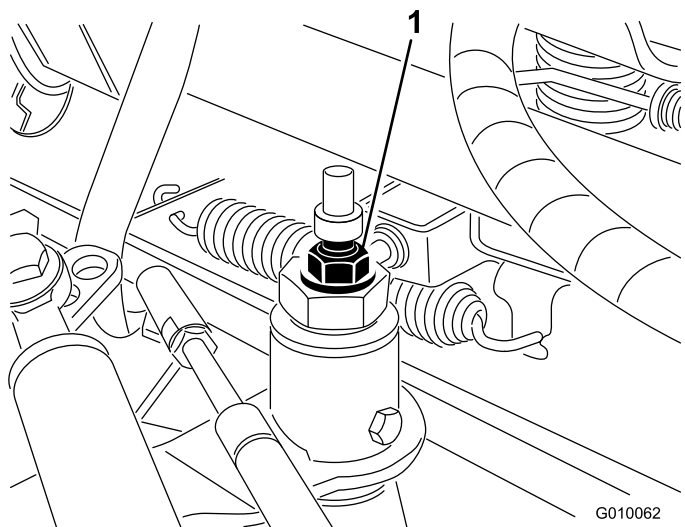

Figura 55
3. Desaperte a porca de bloqueio no excêntrico de tração (Figura 55).